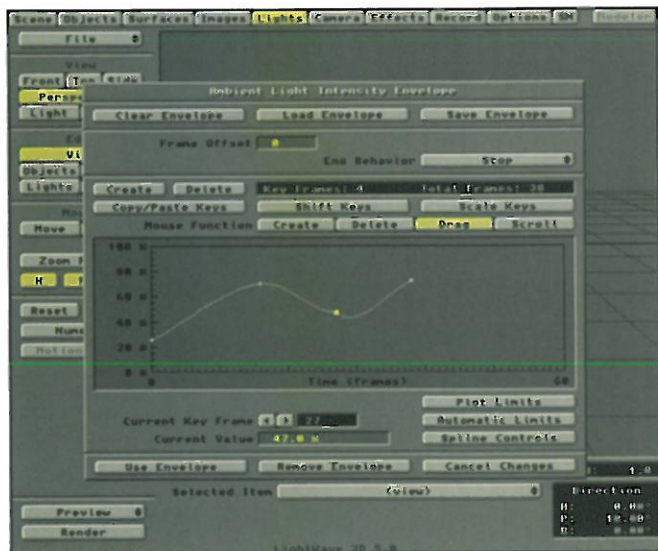

FIGURA 7. CONTINUITY EN 1, BIAS EN 1 Y TENSION EN 0.
• *Tension* en 0: Acentúa un poco los efectos de *Continuity* y *Bias*. *Figura 7*.